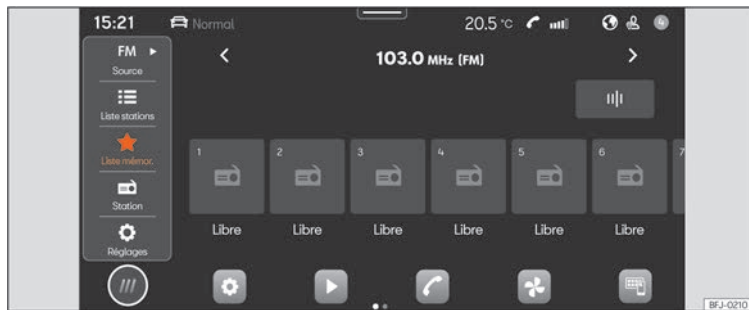

Fig. 151 Représentation schématique : Vue Radio
- Appuyez sur **HOME** > >>> **fig. 151**.